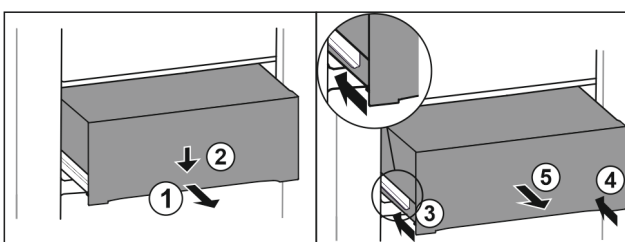

Fig. 121
- ▶ Витягніть ящик на половину. Fig. 121 (1)
- ▶ Спрямуйте висувний ящик вниз спереду. Fig. 121 (2)
- ▶ Вставте ліву рейку приблизно на 2 см. Fig. 121 (3)
- ▶ Вставте праву рейку приблизно на 2 см. Fig. 121 (4)
- ▶ Вийняти висувний ящик рухом вперед. Fig. 121 (5)